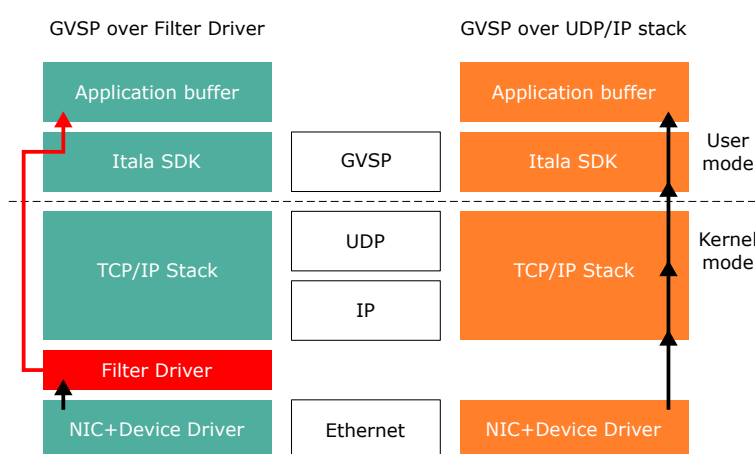

Figure 4: GigE Vision Streaming (GVSP) con e senza filtro driver
Per gestire al meglio l'elevato throughput dello streaming di immagini, si consiglia di utilizzare il driver del filtro **Itala**. Il driver del filtro intercetta i pacchetti del protocollo di streaming *GigE Vision*, riassembla l'intero payload e lo invia direttamente al buffer dell'immagine dell'applicazione. Ciò consente di saltare lo stack di protocolli di rete standard che aumenterebbe la latenza e l'utilizzo della CPU sulla macchina host (Fig.4). Il risultato è un offload di basso livello per la gestione dei pacchetti che ottimizza il consumo di risorse del sistema host.
4. Al termine dell'installazione, il driver del filtro apparirà nella finestra delle proprietà della NIC (Fig. 4).